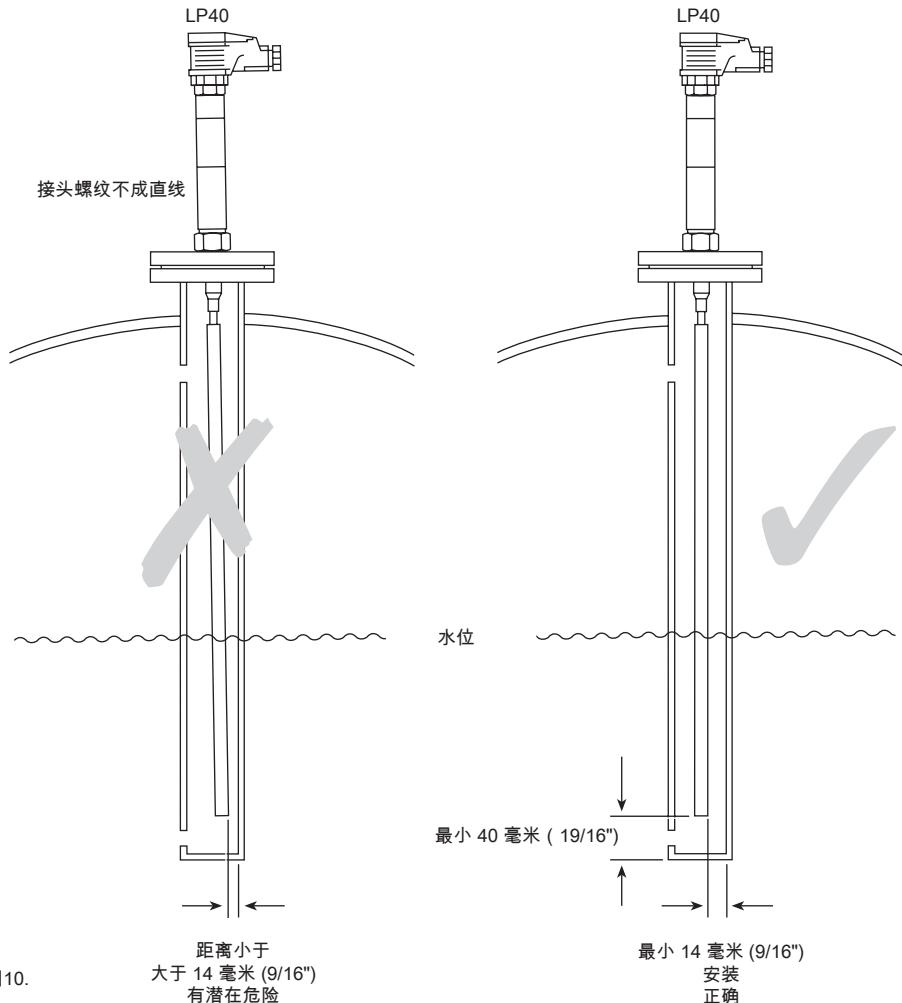

图 10.
正确进行测试时，将确保探针针尖的最终位置至少为 14 毫米 (9/16 英寸)。9/16"英寸 )。见图 10。
- 保护管的孔径不够大和/或深度不够（保护管至少应为 40 毫米（1.9/16 英寸）。9/16" 英寸），见图 10）。